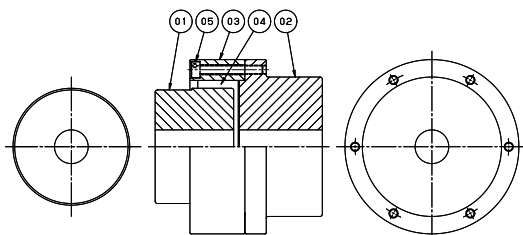

図 1. 構成部品
- ① カップリングの構成部品を、図1の構成部品リストと照合してください。
- ② 駆動軸、被動軸、カップリングの構成部品にカエリ、傷、汚れ、錆等がないか確認し、ゴミや油分を拭きとってください。
- ③ 各々の軸にフレックスハブおよびリングハブを取付けてください。しまりバメの場合はハブを均一に加熱し、軸上の所定の位置に素早く取付けてください。
- ④ ドライブリングをフレックスハブ側に通します。